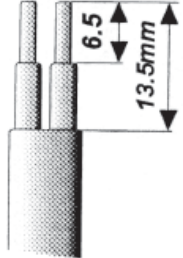

Bild 3
- conductores según imagen 3
- draden strippen volgens afbeelding 3